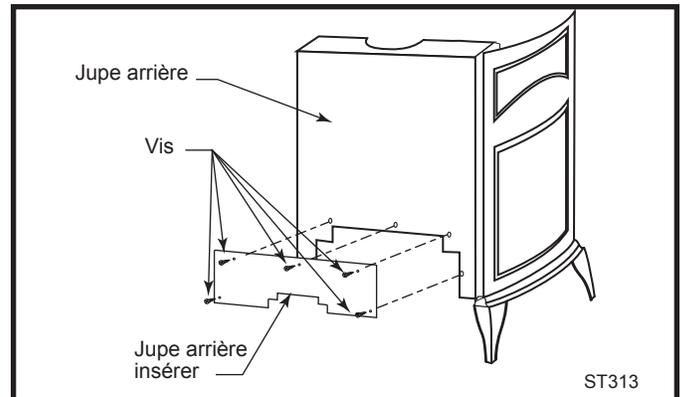
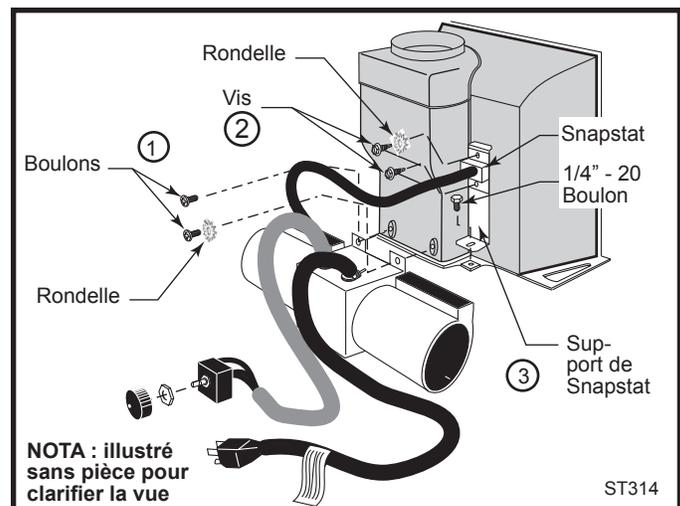

Fig. 15 Retirez le jupe arrière insérer.
Fig. 16 Fixez la soufflante et le dispositif snapstat.
2. Retirez le panneau arrière de la jupe situé au bas de la jupe arrière (Fig. 15) et fixez l'ensemble de la soufflante au dos de la chambre de combustion à l'aide de deux (2) vis de type Phillips à tête arrondie déjà installées en place. ('1', Fig. 16)
3. Fixez le dispositif snapstat à son support au moyen de deux vis à tête. Fixez ensuite ce dernier à la tôle de protection latérale. (Fig. 16)